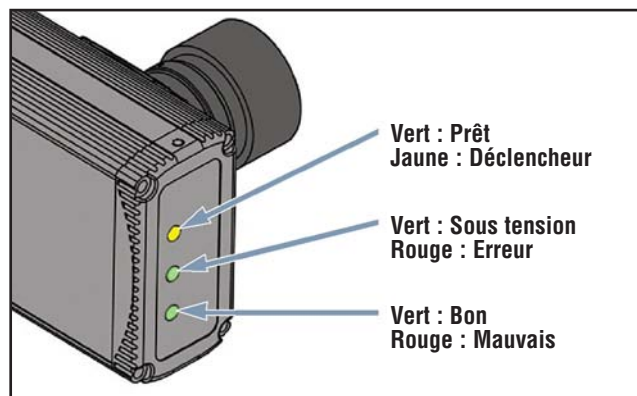

Figure 3-1. LEDs de fonctionnement du *PresencePLUS P4*
6. Mettre le matériel sous tension et vérifier que la LED rouge d'erreur s'éteigne. Au moment de la mise sous tension, toutes les LEDs du capteur s'allument pendant 15 à 20 secondes (voir la Figure 3-1).